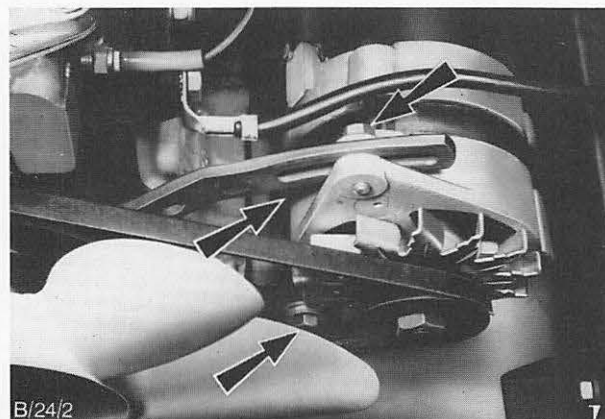

Abb. 6 Klemm- und Befestigungsschrauben der Lichtmaschine
1. Befestigungsschrauben der Lichtmaschine lösen, Abb. 6.